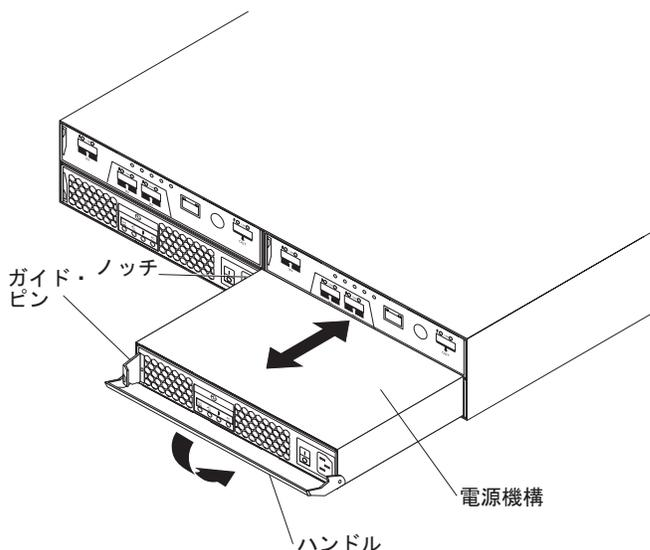

図 48. 電源機構ユニットの交換
電源機構ユニットを交換するには、以下のステップを実行します。98 ページの図 48 は、ユニットの取り外しと挿入を示しています。
11. 図 48 のように、ゆっくりハンドルをシャーシから引き離して、電源機構ユニットを取り外します。